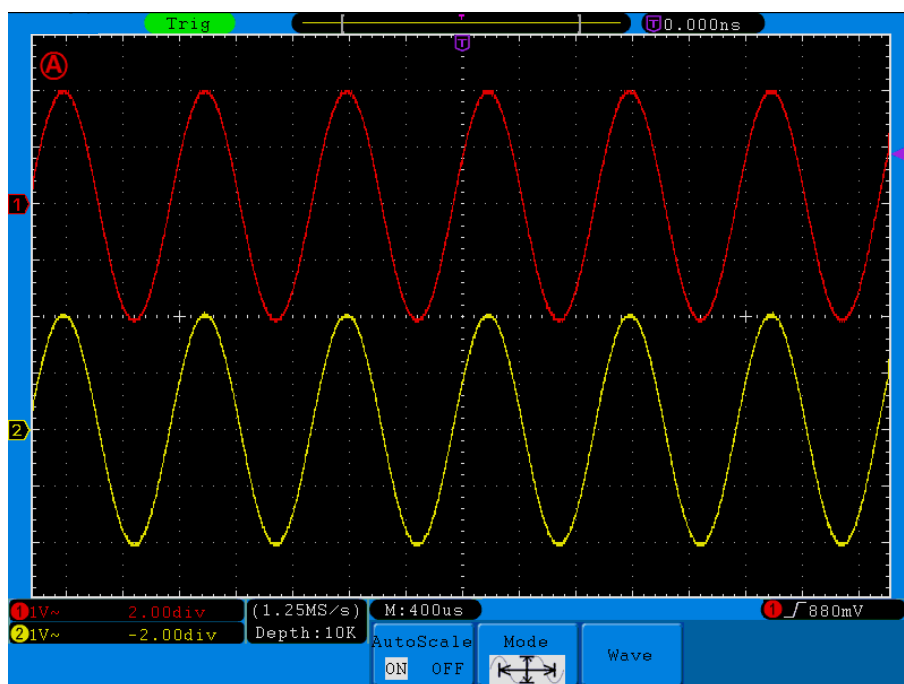

図 5-68 オートレンジ 水平/垂直モードマルチサイクル波形図
4. H3 ボタンと F1 ボタンを押し、を選択します(図 5-68 参照)。